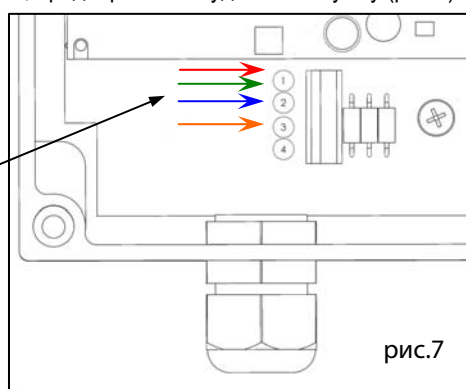

рис.7
- 3) Подсоедините каждую жилу к точке на клеммнике и пометьте каждую жилу (например, распознавание по цвету) на канале, к которому она присоединена: 1,2,3,4 (рис.7).